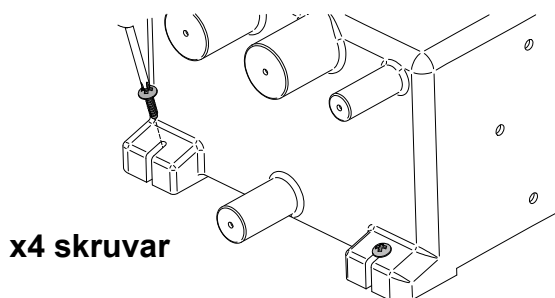
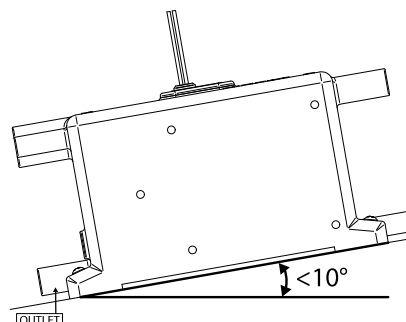

Fig. 5 Säkrande av tanken
Fig. 6 Max. möjlig installationsvinkel
- Fig. 5 Säkrande av tanken
- Fig. 6 Max. möjlig installationsvinkel
Step 2: Tanken måste säkras med 4 lämpliga skruvar, genom tankens fötter enligt fig. 5. **OBS:** tankens vinkel får inte överskrida 10° (fig. 6). **OBS:** skruva inte direkt i skrovet – **MÅSTE** monteras på ett skott eller extrabord.